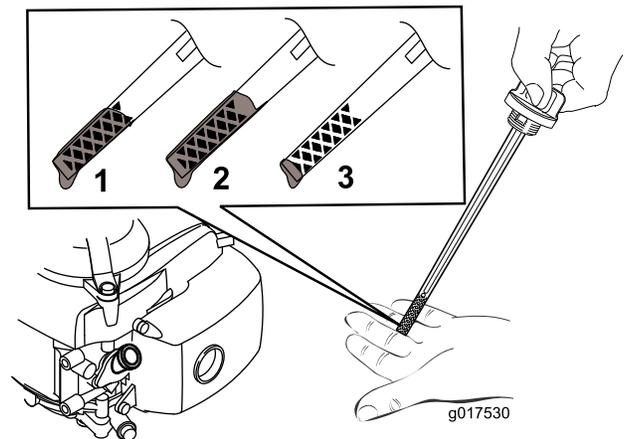

Bild 10
5. Siehe Bild 10, wie Sie den richtigen Ölstand am Peilstab ablesen.
Hinweis: Füllen Sie das Motorkurbelgehäuse mit Öl, bis der Peilstab angibt, dass der Ölstand richtig ist, wie in Bild 10 dargestellt. Wenn Sie zu viel Öl in den Motor füllen, lassen Sie etwas Öl ab, siehe Wechseln des Motoröls“.